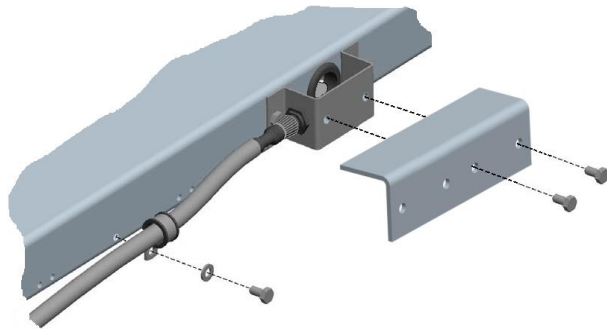

Рисунок 4.3 – Модуль взвешивающий 4D-LA. Фиксация кабеля и установка кронштейна
4.3.9 Закрепите кабель для подключения терминала к модулю с помощью хомута, плотно затянув винт М6х10 (см. рис. 4.3).
4.3.10 Привинтите кронштейн к защитной скобе винтом М6х10 (2 шт.) для защиты разъема от механических ударов (см. рис. 4.3).